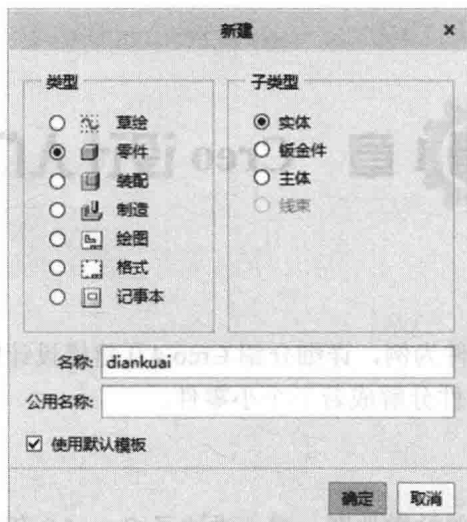

图 1-3 【新建】对话框
(2) 单击“新建”按钮，在【新建】对话框中“类型”选中“☒零件”，“子类型”为“☒实体”，“名称”为“diankuai”，勾选“☒使用默认模板”，如图 1-3 所示。